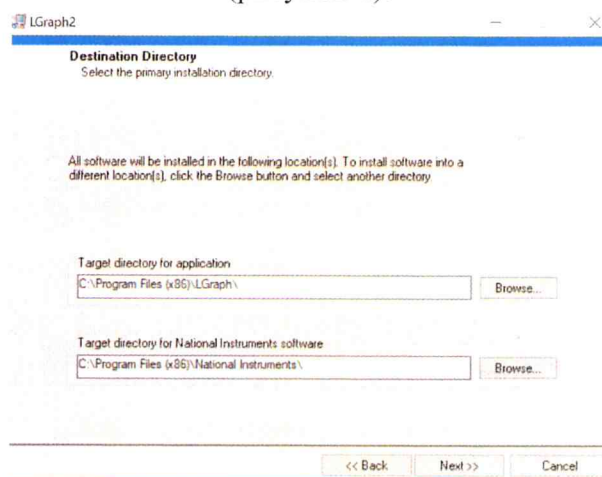

Рисунок 8
4) В появившемся окне нажмите «Next» (рисунок 8).